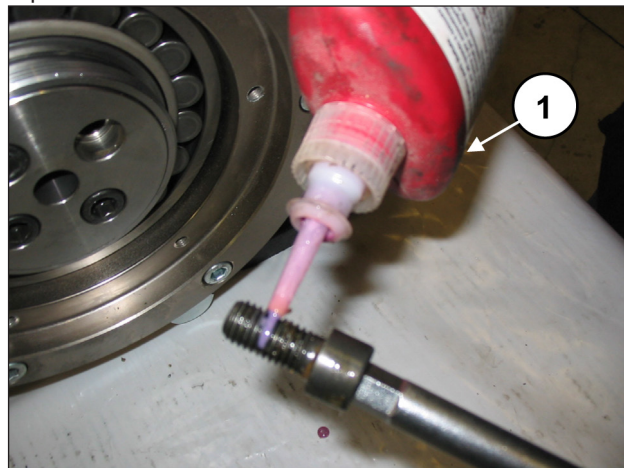

Fig. 88
Applicare LOCTITE 243 ai filetti delle viti M12x25 (pos. ①, Fig. 88).